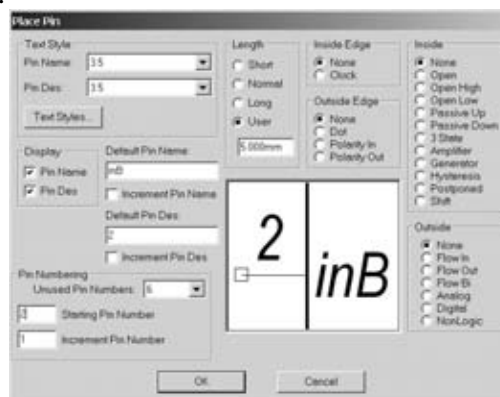

Рис.2.3.6
- Опять щелкнуть ЛК, вновь откроется диалоговое окно Place Pin. Теперь в поле Default Pin Name ввести имя вывода – InB, а в поле Default Pin Des ввести номер вывода - 2. Нажать на кнопку ОК (рис.2.3.6). Установив курсор в точку с координатами (15, 27.5), щелкнуть ЛК, а затем ПК.